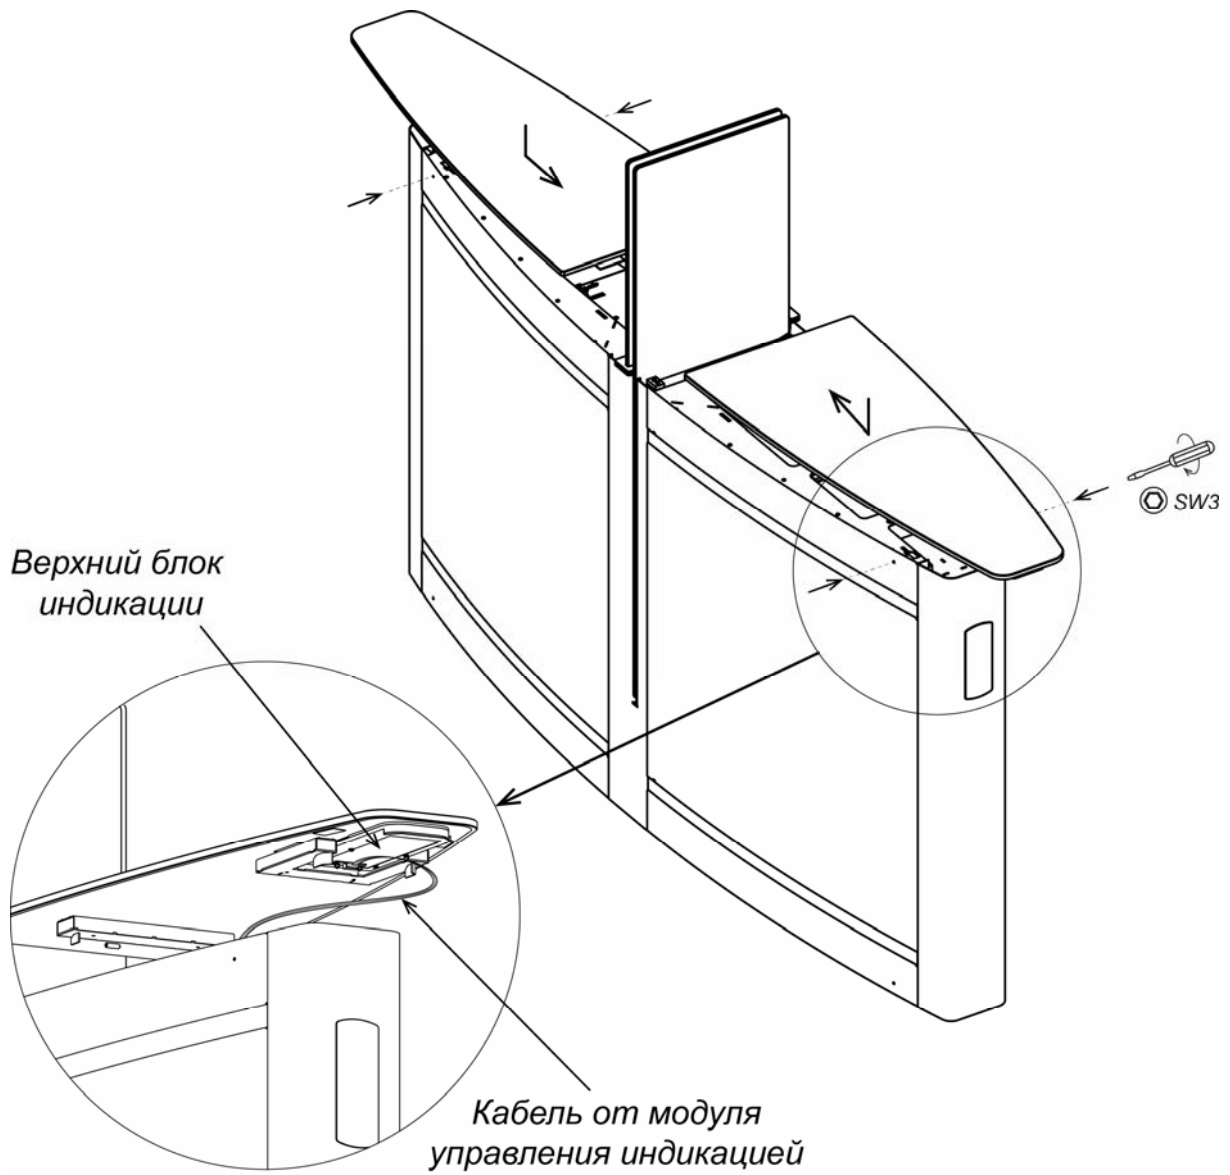

Рисунок 26. Монтаж стеклянной крышки секции
1. Ключом шестигранным SW3 через отверстия, находящиеся вверху на одном из торцов стойки, вывинтите до упора два установочных винта М6×16 (см. рис. 26).